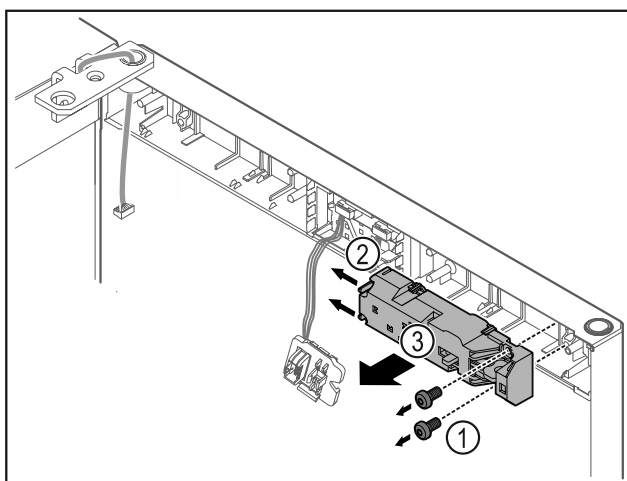

Fig. 15
- Rimuovere le viti Fig. 15 (1).
- Spingere di lato i naselli di arresto Fig. 15 (2) e rimuovere la serratura a distanza Fig. 15 (3).